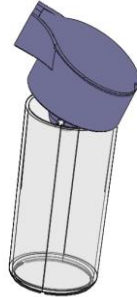

Abb. 17
2. Sekretflaschenanschluss (Abb. 17) abnehmen.